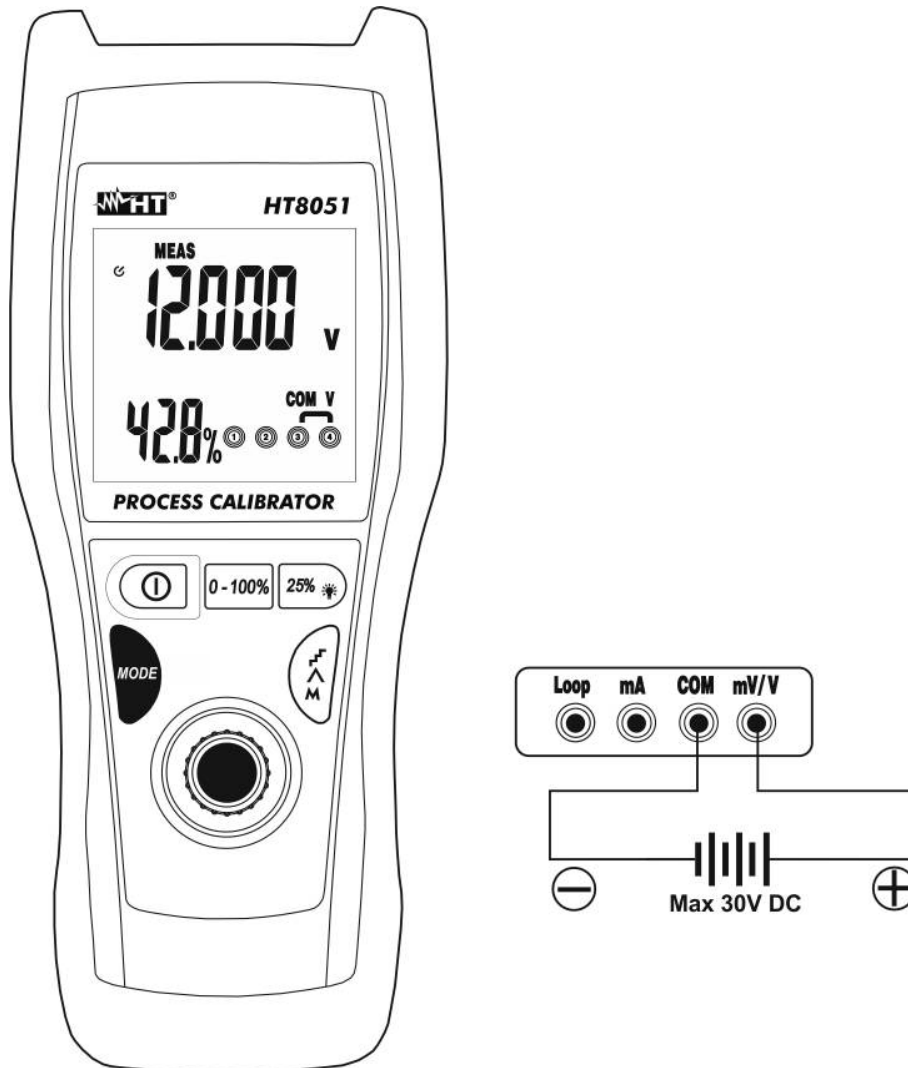

Abb. 3: DC Spannungsmessung
3. Verbinden Sie die rote Messleitung und die schwarze Messleitung mit dem positivem und negativem Potenzial des zu messenden Kreises (siehe Abb. 3: DC Spannungsmessung
Die "OL"-Meldung gibt an, dass die zu messende Spannung den maximalen Wert, der mit dem Gerät gemessen werden kann, überschreitet. Das Symbol "-O.L" auf dem Display des Gerätes gibt an, dass die Spannung die umgekehrte Polarität in Bezug auf den Anschluss in Abb. 3: DC Spannungsmessung